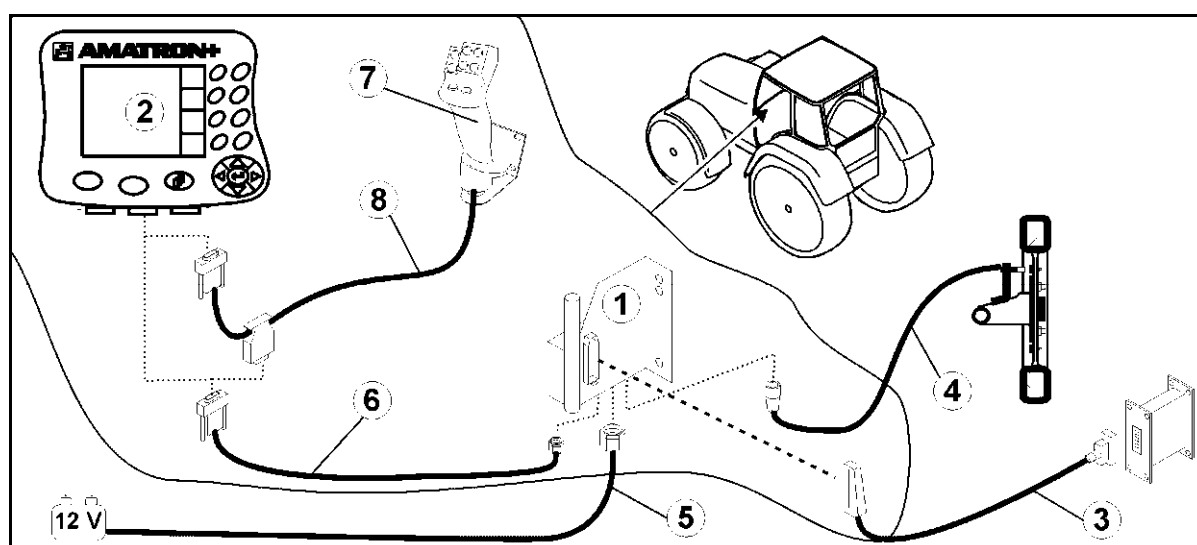
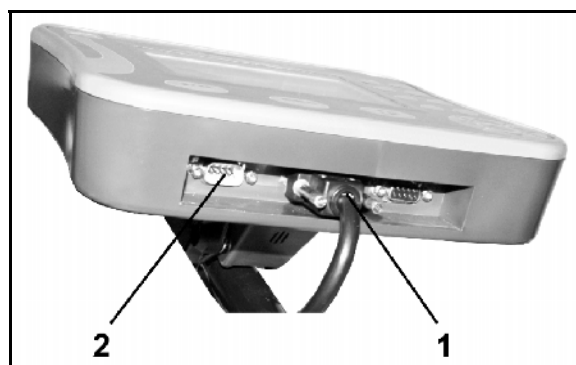

Fig. 1
Fig. 2
- El equipamiento básico del tractor (Fig. 1/1, consola con distribuidor) debe montarse sin oscilaciones y con conexión eléctrica a la cabina en el área de visión y de alcance en la parte derecha del conductor.
- Cable de conexión de la batería (Fig. 1/5).
- Cable de señal del enchufe de la señal del tractor o sensor de recorrido (Fig. 1/4).
- Cable de conexión con AMATRON⁺ (Fig. 1/6).
- Enchufar el AMATRON⁺ (Fig. 1/2) al equipamiento básico del tractor.
- Introducir la clavija del cable de conexión (Fig. 1/6) en el casquillo intermedio Sub-D de 9 polos (Fig. 2/1)
- Conectar la máquina a través del conector de la máquina (Fig. 1/3) con el AMATRON⁺.
El joystick multifuncional (Fig. 1/7) se conecta mediante un cable en Y (Fig. 1/8).
- La interfaz serie (Fig. 2/2) permite la conexión de una PDA.